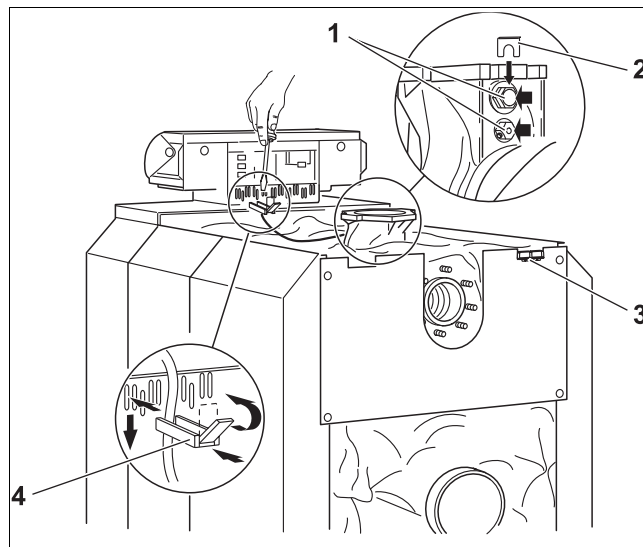

Рис. 52 Крепление электрической проводки
- Установить датчики в соответствующие гильзы и закрепить фиксатором (выноска на → рис. 52, повернута на 180°).